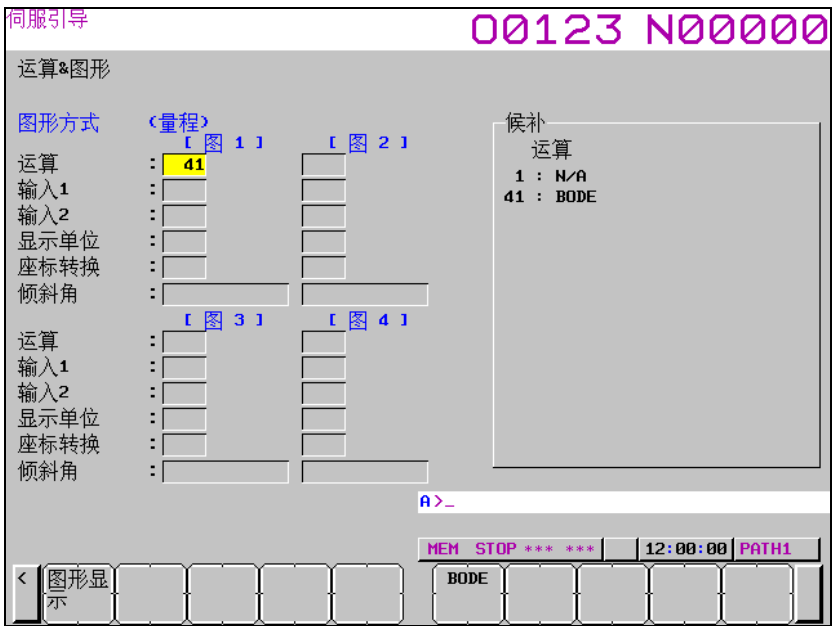

图1.9.1.5 (d)
- 19 按下软键 [运算/G 设定]。出现 图 1.9.1.5 (d)所示的运算&图形画面。